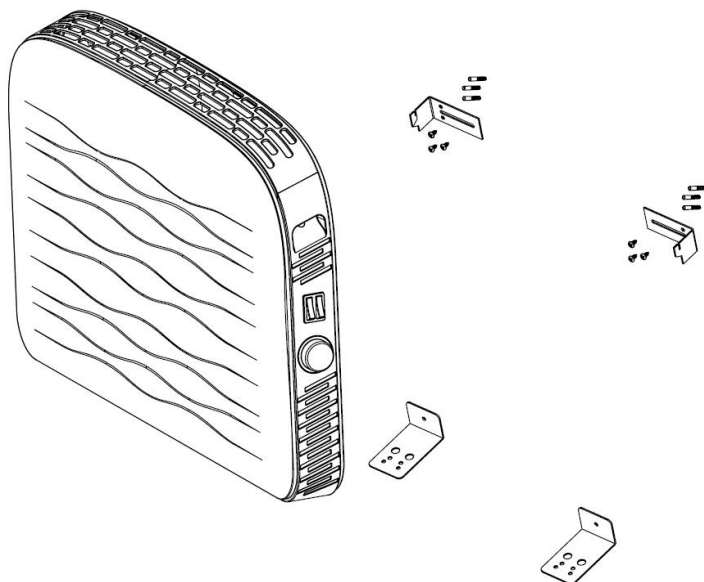

Рис.2 Установка на стену
3. Закрепите кронштейны на стене с помощью крепежа, входящего в комплект поставки. Просверлите отверстия диаметром 6 мм в стене по меткам крепления, приложите кронштейн и закрутите шурупы, закрепив тем самым кронштейн на стене. (**Рис.2**)
4. Подвесьте прибор на кронштейн, совместив кронштейн и отверстия в задней панели прибора. (Рис.2)
5. Затяните винты на верхней части кронштейна, чтобы зафиксировать конвектор. (Рис.2)